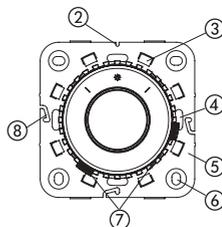

рис. 5
Снимите корпус 1 с основания 5 (рис. 4 и 5). Через монтажные отверстия 6 с помощью деталей крепления, входящих в комплект поставки, установите основание на ровной стене или отверстию для скрытого монтажа так, чтобы ориентирующая канавка 2 была направлена вверх. Отмерьте необходимую длину капиллярной трубки, остаток намотайте на опоры 3 на передней стороне основания. (рис. 5). Плотно прижмите корпус (с отметками для регулировки 9, направленными вверх) к основанию до его фиксации в замке.
Для скрытого монтажа используйте подрозетник (10) Ø 60 мм и гофротрубу (11) Ø 23 мм. Закрепите основание термостатической головки в подрозетнике с помощью саморезов из его комплекта в точках 12 (рис. 5 и 6).